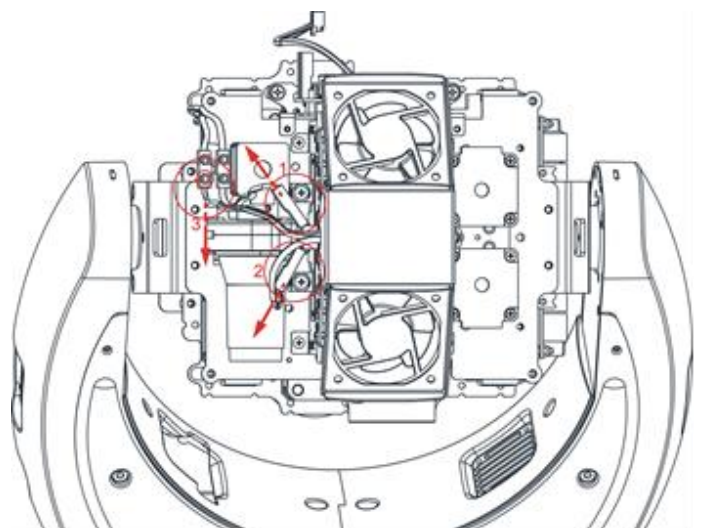

Abb. 4
Ziehen Sie die gekennzeichneten Fast-On Verbinder (1 u. 2) ab und lösen Sie die gekennzeichneten Lampenkabel (3) mit einem Schraubendreher von der Lüsterklemme (Abb. 4).